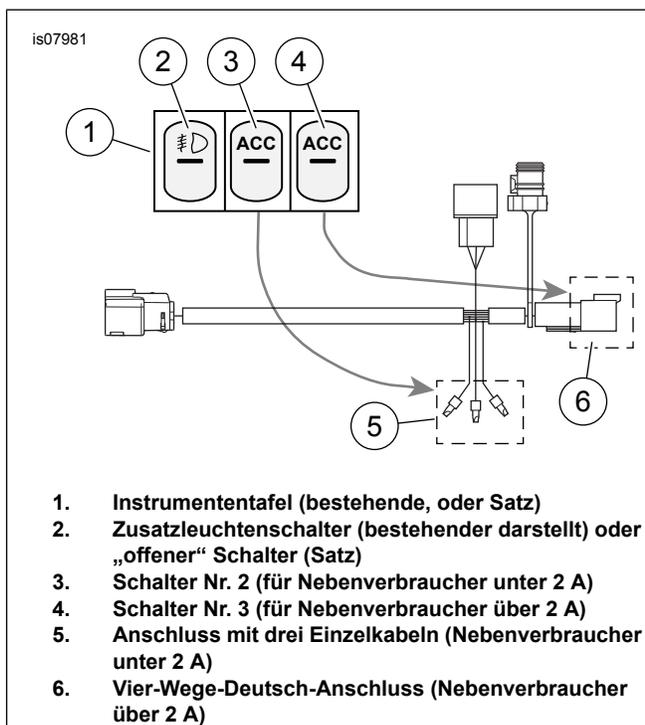

Abbildung 1. Schalterverbindungen und Kabelbaum
2. **Nebenverbraucher mit 4-Wege-Deutsch-Buchsen-Stromanschluss:** Siehe Abbildung 1. Der 4-Wege-Anschluss (6) MUSS für jeden Nebenverbraucher verwendet werden, der mehr als 2 A verbraucht, und über einen Schalter in der rechten Schaltposition geschaltet werden. Er kann auch für das Schalten von Nebenverbrauchern unter 2 A verwendet werden. Direkt in den Elektrikanschluss-Kabelbaum oder den Elektrozubehöradapter einstecken. **Nebenverbraucher, die mit drei einzelnen Kabeln an die Stromversorgung angeschlossen werden:** Siehe Abbildung 1, Tabelle 1, und Tabelle 2. Die 3 Spleißkappenverbinder (5) dürfen NUR zum Schalten von Nebenverbrauchern (2 Kabel), die weniger als 2 A verbrauchen, oder zum Schalten von Nebenverbrauchern (3 Kabel), die mehr als 2 A verbrauchen und bereits ein Relais enthalten, verwendet werden. Die Kabel des (der) Nebenverbraucher(s) auf eine geeignete Länge zuschneiden, sodass sie mühelos die drei einzelnen Leiter am Elektrikanschluss-Kabelbaum erreichen. Falls notwendig, die Drehverbinder von den drei Leitern am Kabelbaum abschneiden.